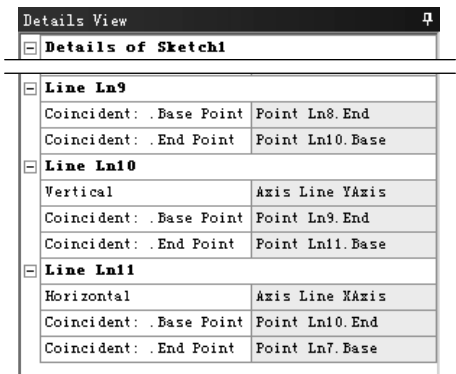

图 3.2.45 显示约束信息
- ◆ **Show Constraints?**文本框：用于设置草图约束信息是否显示，选择**No**选项，在详细列表中不显示草图约束信息；选择**Yes**选项，在详细列表中显示草图约束信息（图 3.2.45）。